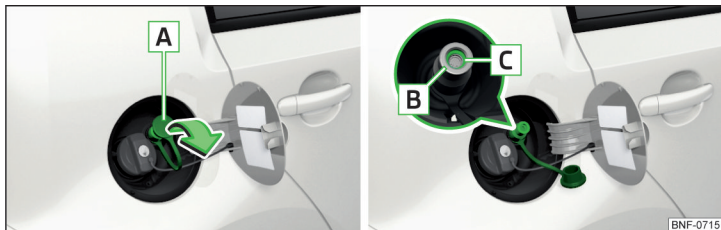

Fig. 136 Ștuțul de umplere cu GNC
- Scoateți capacul **A** » fig. 136 în sensul săgeții și aplicați cuplajul de umplere al stației de alimentare pe ștuțul de alimentare **B**.
- Verificați dacă inelul de etanșare **C** » fig. 136 nu a rămas cumva blocat în ștuțul de alimentare **B**. Dacă inelul de etanșare a alunecat pe cuplajul de umplere, acesta trebuie introdus la loc în ștuțul de umplere.